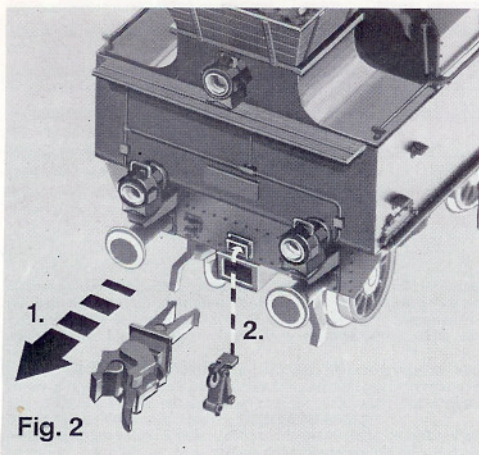

Fig. 2
Vorsichtig in Pfeilrichtung abziehen. 2. Die Attrappen in die vorgesehenen Aussparungen einstecken. Eventuell mit etwas Klebstoff befestigen (Fig. 2 und 3).
2. Insert the alternative coupling gear. Secure in position with plastic glue (fig. 2 and 3).
Eventuellement les fixer au moyen d'une goutte de colle (fig. 2 et 3).
De automatische **FLEISCHMANN PROFİ** koppelingen kunnen vervangen worden door de bijgevoegde imitatiekoppelingen. Daartoe dient men de **FLEISCHMANN PROFİ** koppeling te verwijderen en de imitatiekoppeling in de daarvoor bestemde uitsparing te monteren. Bij de bevestiging kan eventueel iets lijm worden gebruikt (fig. 2 en 3).
De automatiska **FLEISCHMANN PROFİ** kopplarna kan du byta ut mot de bifogade kopplingsattrapperna. Avlägsna **FLEISCHMANN PROFİ** kopplarna och stick i attrapperna i de förutsedda hålen. Fäst eventuellt med lite lim (fig. 2 och 3).
2. Innestare le imitazioni nelle apposite rientranze. Eventualmente fissarle con un po' di adesivo (fig. 2 e 3).